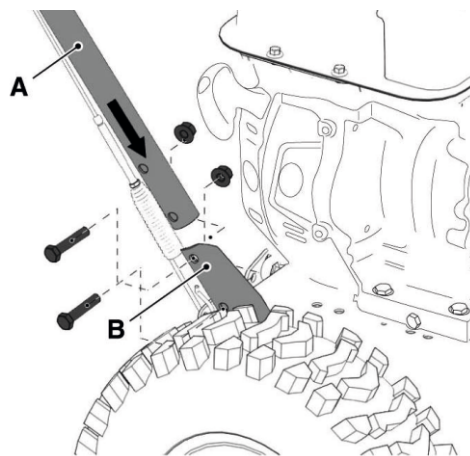

Рисунок 4
- а) Совместите две опоры ручки (рисунок 4. А) до упора (рисунок 4. В).